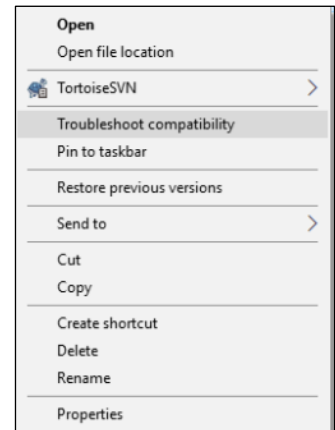

Abb. 2.9
- Klicken Sie mit der rechten Maustaste auf das Programmsymbol von GMPTools und wählen Sie **Troubleshoot compatibility** (Fehlerbehebung bei Kompatibilitätsproblemen) (Fig. 2.9).